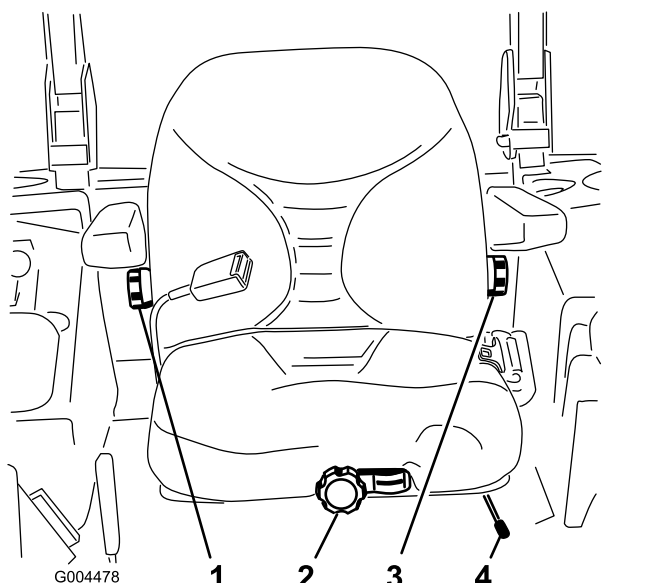

Figura 14
Sem estar sentado no banco, rode o botão da frente numa das direcções para proporcionar o máximo conforto (Figura 14).
- Para ajustar o banco, empurre a alavanca para o lado para desbloqueá-lo (Figura 14).
Para ajustar as costas do banco, rode o botão, localizado sob o apoio do lado direito, numa das direcções para proporcionar o máximo conforto (Figura 14).
Para ajustar as costas do banco, rode o botão, sob o apoio do lado esquerdo, numa das direcções para proporcionar o máximo conforto (Figura 14).